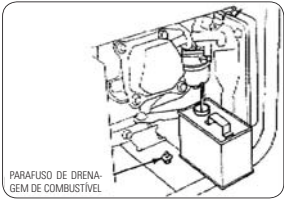

FIGURA 9.6
- A.** Deixe o motor funcionar com o registro do tanque fechado até o motor desligar ou drene pelo parafuso de drenagem. Figura 9.6.